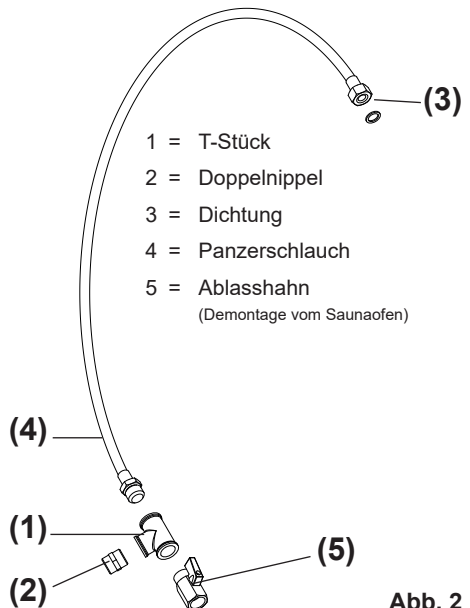

Abb. 2
- Stellen Sie die Verbindung zwischen Wasserbehälter und Verdampfer gemäß Abb. 2 und Abb. 6 her.